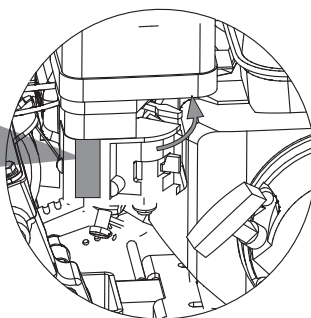

Рис. 16
5. После запуска и прогрева двигателя переведите воздушную заслонку в положение «ОТКРЫТО» (рис. 16).